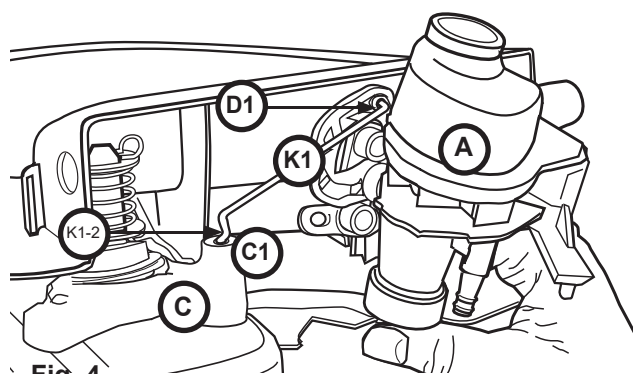

Fig. 4
4. Angle **A**; disconnect OLD **K1-2** from **C1** (Fig.4).
2. Adjust **C** so it lines up with **K1-2**; attach **C1** to **K1-2** (Fig. 4).
4. Inclinez **A**; débranchez l'ANCIEN **K1-2** de **C1** (Fig. 4).
2. Alignez **C** avec **K1-2**; fixez **C1** à **K1-2** (Fig. 4).
4. Inclinar **A**; desconectar **K1-2** (ANTIGUO) de **C1** (Fig. 4).
2. Ajustar **C** para que se alinee con **K1-2**; unir **C1** a **K1-2** (Fig. 4).